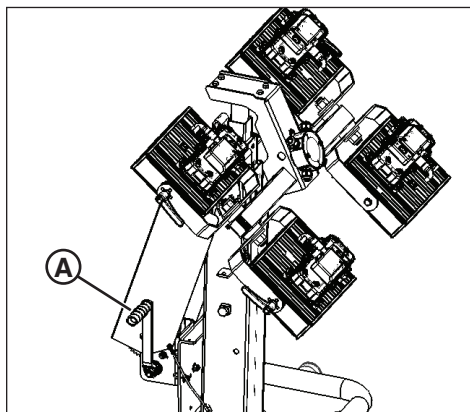

Figura 11
2. Gire el cabrestante de la torre (A, Figura 11) hasta que la torre esté completamente elevada.
3. Gire el cabrestante de la torre (**A**, figura 11) hasta que la torre haya bajado totalmente.